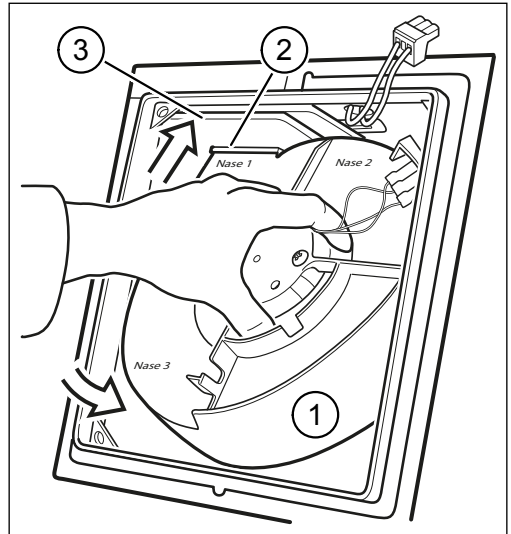

Abb. 8: Lüftermotor einsetzen, Nase 1 und Nase 2 einrasten
- ▶ Positionieren Sie den Lüftermotor (Pos. 1 in Abb. 8) so, dass die Ausblasöffnung des Lüftermotors (Pos. 2 in Abb. 8) mit der Ausblasöffnung des Gehäuses (Pos. 3 in Abb. 8) übereinstimmt.
- ▶ Kontrollieren Sie, dass die Ausblasöffnung des Lüftermotors (Pos. 2 in Abb. 8) bündig an der Ausblasöffnung des Gehäuses (Pos. 3 in Abb. 8) anliegt.